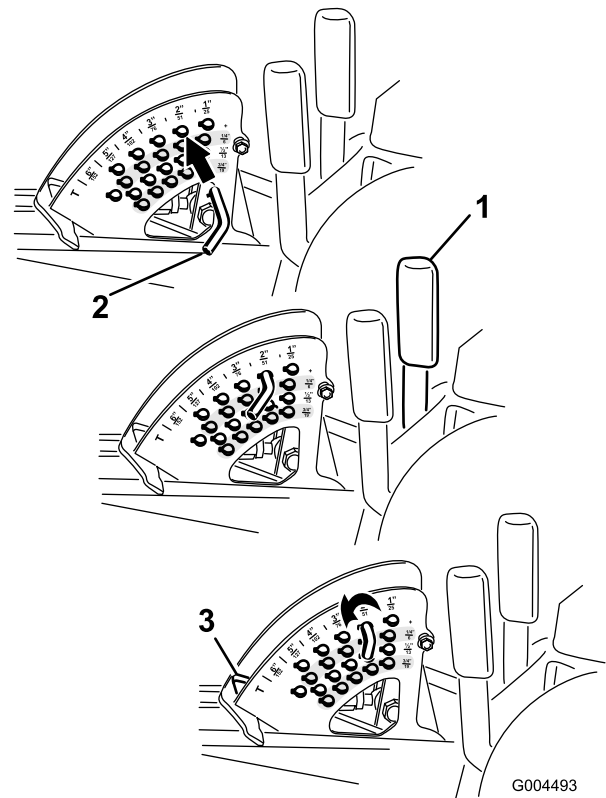

Figure 21
(voir Réglage de la hauteur de coupe), et placez-la à la position 15 cm (Figure 21).
1. Lorsque le moteur tourne, tirez le levier de commande de plateau de coupe en arrière jusqu'à ce que le plateau soit complètement relevé et **relâchez le levier immédiatement** (Figure 21).
2. Pour régler la hauteur de coupe, tournez la goupille de butée jusqu'à ce que la goupille cylindrique située à l'intérieur soit alignée sur les trous du support de hauteur de coupe et déposez-la (Figure 21).
3. Placez la goupille dans le trou du support correspondant à la hauteur de coupe voulue et tournez-la pour la verrouiller en place (Figure 21).
Remarque: Il y a quatre rangées de trous (Figure 21). La première rangée donne la hauteur de coupe indiquée au-dessus de la goupille. La